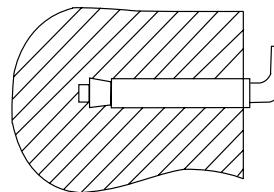

Fig. 5
2. După alegerea locației de montare, faceți două găuri în peretele la adâncimea necesară și introduceți șuruburile, roțiți cărligul în sus, strângeți bine pilulele, apoi instalați încălzitorul de apă pe acesta (vezi fig. 5).